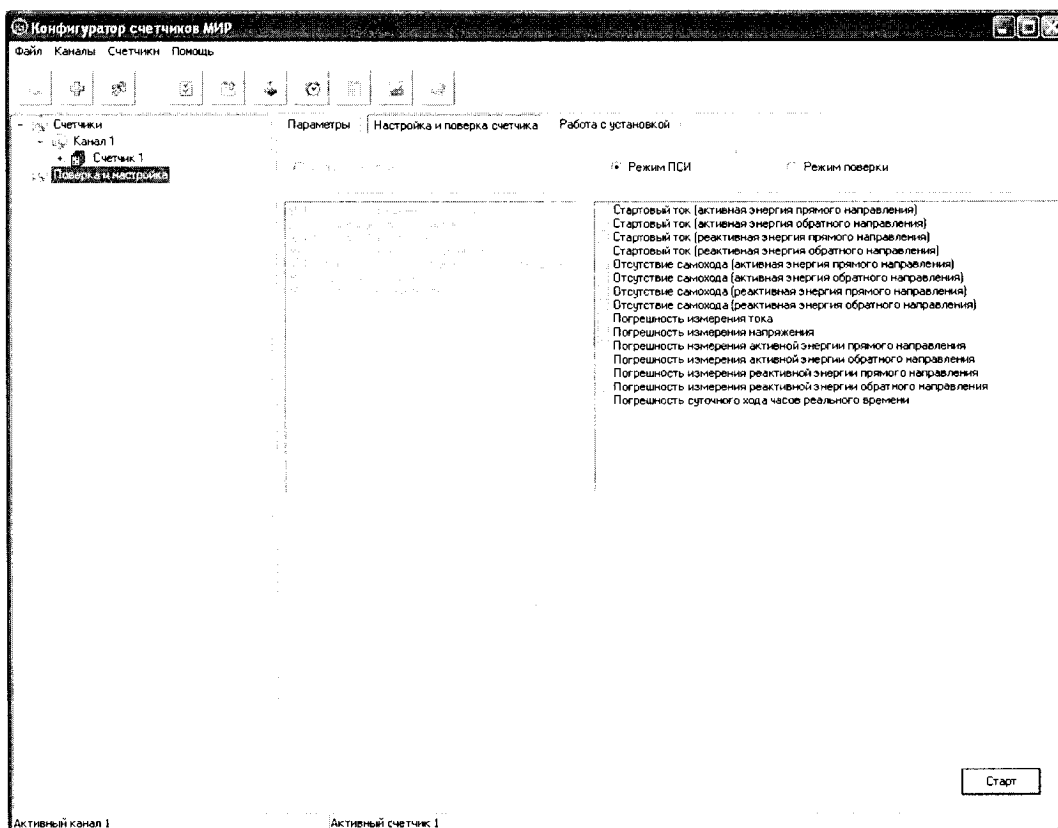

Рисунок 6.2
6.8.21 Установить флажок *Использовать общий пароль доступа ко всем счетчикам*, установить уровень доступа к счетчику *Продавец (Администратор)* и ввести пароль продавца. Нажать кнопку *Далее*, после чего откроется вкладка *Настройка и поверка счетчика* (рисунок 6.2), предназначенная для выбора режима работы со счетчиком.